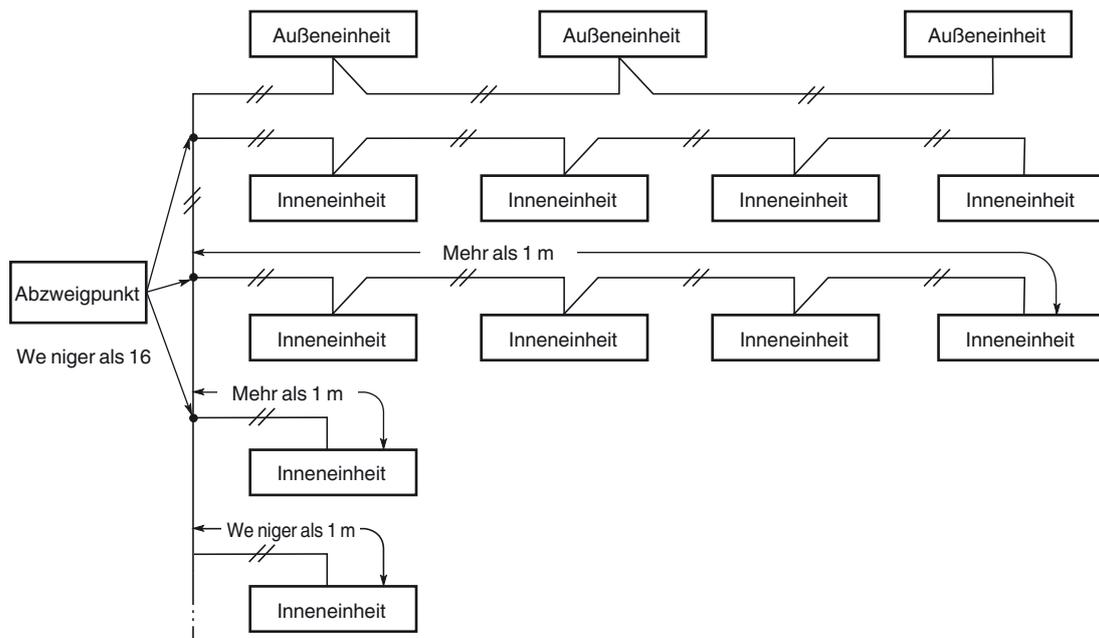

Abb. 4-5
- Wenn ein Einheiten-Steuerverbindungskabel angeschlossen werden soll, darf die Anzahl der Abzweigungspunkte nicht höher als 16 liegen. (Abzweigungen mit weniger als einem Meter sind in der Gesamtzahl der Abzweigungspunkte nicht eingeschlossen.) (Abb. 4-5)